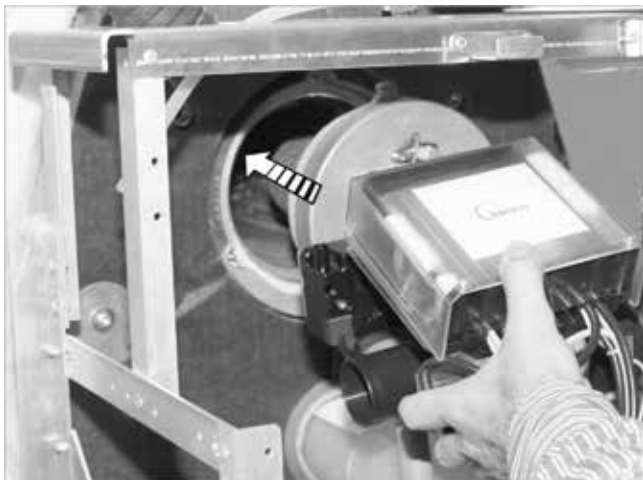
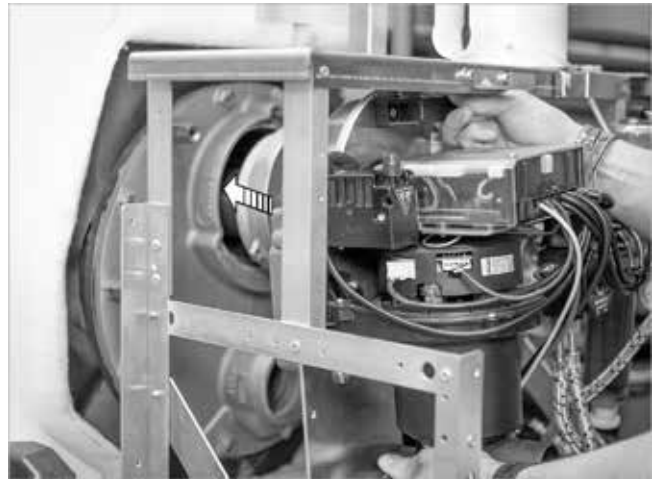

Abb. 4: Brenner SX-LN-3
Abb. 5: Brenner Öl-BW 3
- Bei SolvisMax / SolvisBen Gas erfolgt eine automatische Einstellung von Brennerart und Leistung. Für den Fall, dass die Regelung keine Kommunikation erkennt, werden Brennertyp und Leistung abgefragt: „LN3“ bzw. „ÖL-BW 3“ wählen, wenn es sich bei dem Gas- bzw. Ölbrenner um den neueren Brenner der Baureihe 3 handelt (s. → Abb.4 bzw. → Abb.5). Daran anschließend die Leistung auswählen. Nach der Initialisierung muss dann der Brenner korrekt angeschlossen werden.